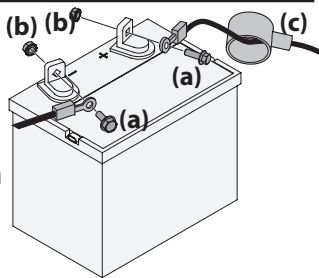

Figure 14
- Retirez le protecteur en plastique, le cas échéant, de la borne positive. Connectez le raccord rouge à la borne positive (+) avec un boulon (a) et un écrou (b). Voir Figure 14.
- Retirez le protecteur en plastique, le cas échéant, de la borne négative de la batterie et fixez le câble noir à la borne négative (-) avec un boulon (a) et un écrou (b). Voir Figure 14.